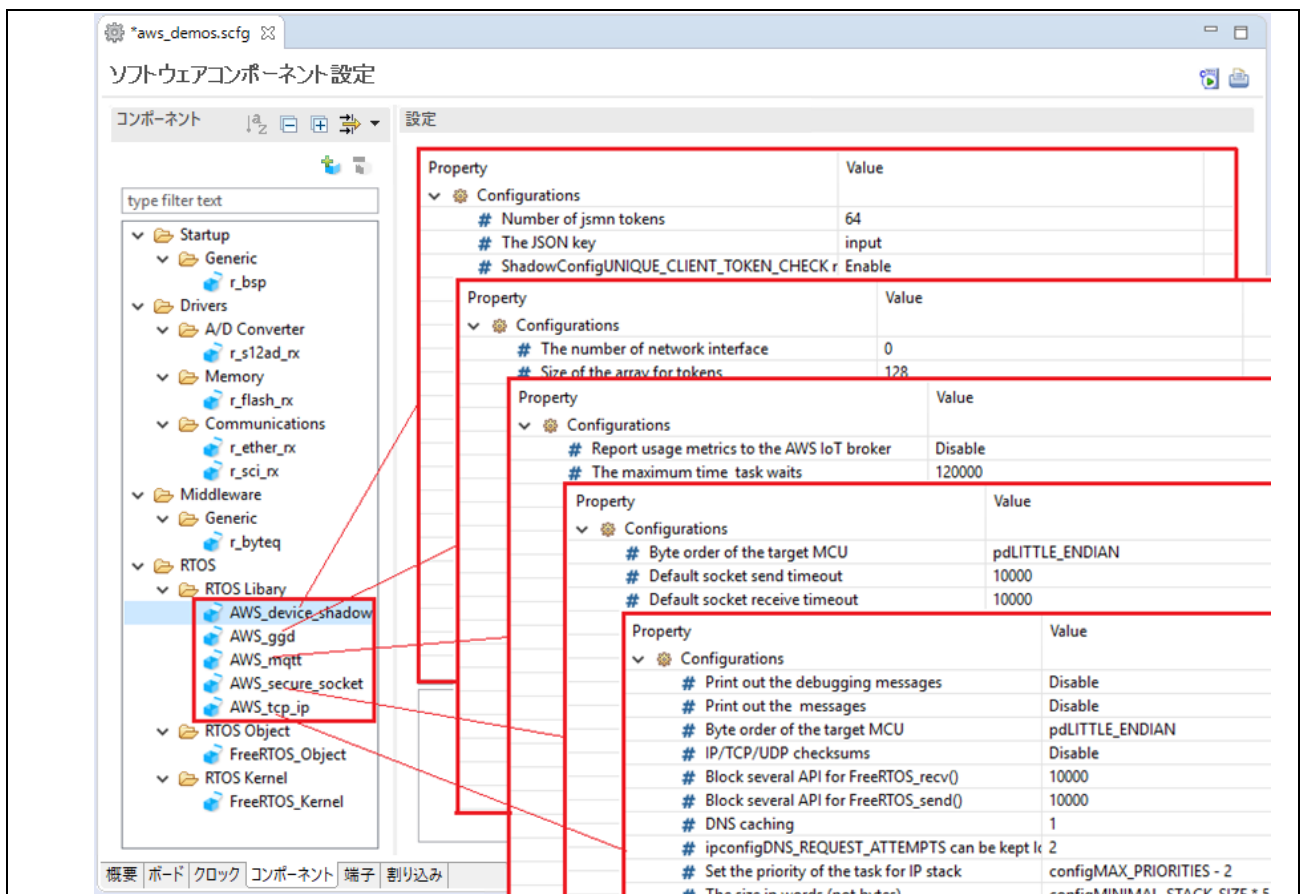

図 3-10 Amazon FreeRTOS ライブラリ設定パネル
2. 右側のパネルのオプション設定にて、これらの Amazon FreeRTOS ライブラリを図 3-10 の通り設定します。